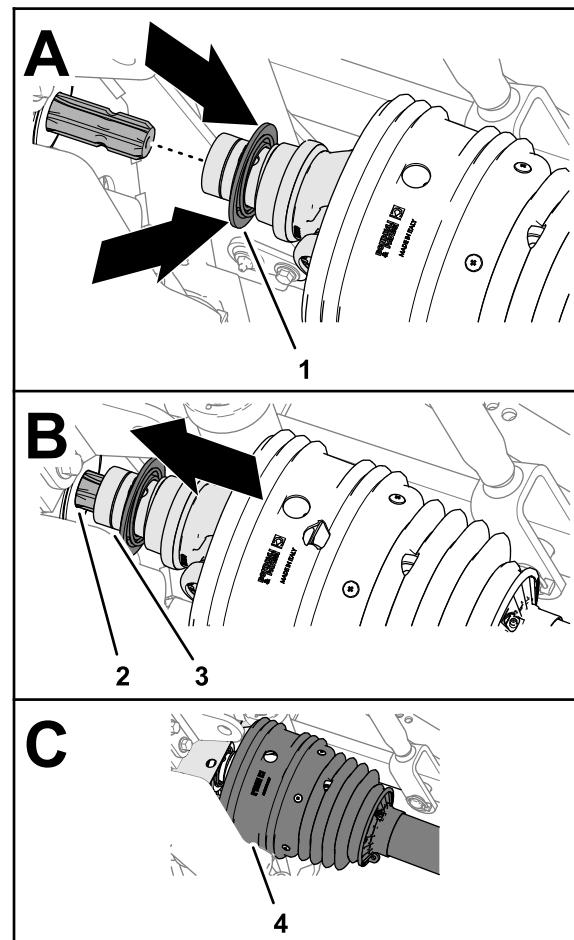

Figure 31
2. Tirez la bague de blocage de l'accouplement rapide vers l'arrière (Figure 31).
par-dessus les cannelures de l'arbre de sortie de la PDF (Figure 31).
- Vérifiez que la protection recouvre la chape de l'arbre de transmission (Figure 31).